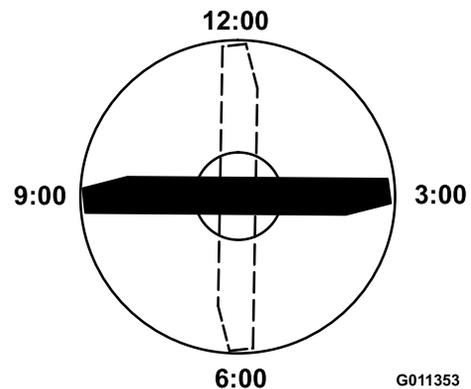

Figura 86
4. Posicione a extremidade de corte da extremidade marcada da lâmina nas 12 horas (a direito na direção do corte) (Figura 86) e meça a altura da mesa à extremidade de corte da lâmina.
5. Rode a extremidade marcada da lâmina para as posições das 3 horas e das 9 horas (Figura 86) e meça as alturas.